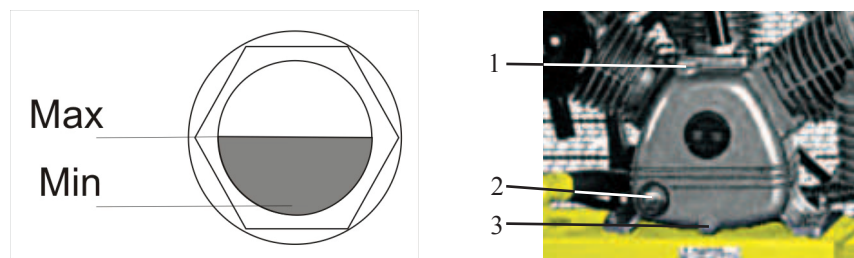

Рис. 3
8.3 Замена масла, контроль за уровнем масла (Рис. 3)